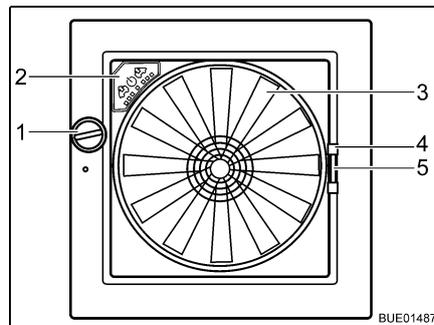

Fig. 101 Claraboya Omni-Vent
- Girar el botón giratorio (Fig. 101,1) hasta alcanzar el ángulo de apertura deseado.
- Girar el botón giratorio (Fig. 101,1) hasta que la claraboya esté completamente cerrada.
- Tirar del tirador (Fig. 101,4) de la protección contra insectos hacia el lado opuesto del marco.
- Comprimir el tirador (Fig. 101,5) del oscurecedor.
- Ventilador** Cuando la claraboya está abierta, el interior se puede ventilar y purgar de aire con el ventilador de 6 niveles (Fig. 101,3). El ventilador se maneja a través del cuadro de mando (Fig. 101,2).